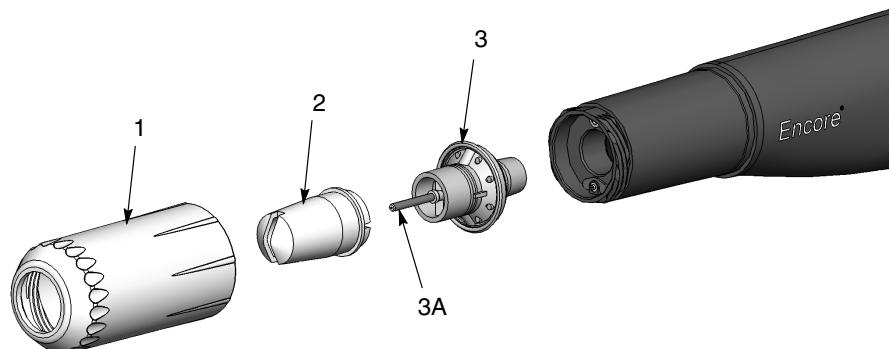

Figura 7 Extracción e instalación de la boquilla de aplicación plana
1. Ver la figura 7. Desenroscar la tuerca de boquilla (1) en sentido antihorario.
2. Retirar la boquilla de aplicación plana (2) del conjunto de electrodo (3).